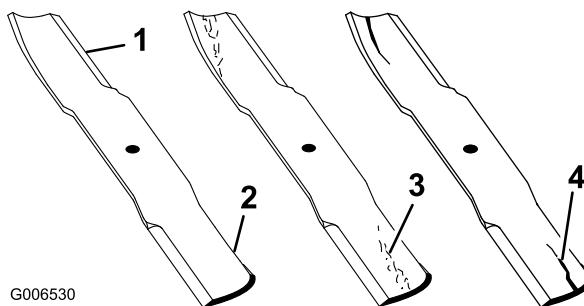

Figura 84
- Inspeccione los filos de corte (Figura 84). Si los bordes no están afilados o tienen muescas, retire las cuchillas y afílelas. Consulte (página).
- Inspeccione las cuchillas, especialmente la parte curva (Figura 84). Si observa daños, desgaste o la formación de una ranura en esta zona (Figura 84), instale inmediatamente una cuchilla nueva.